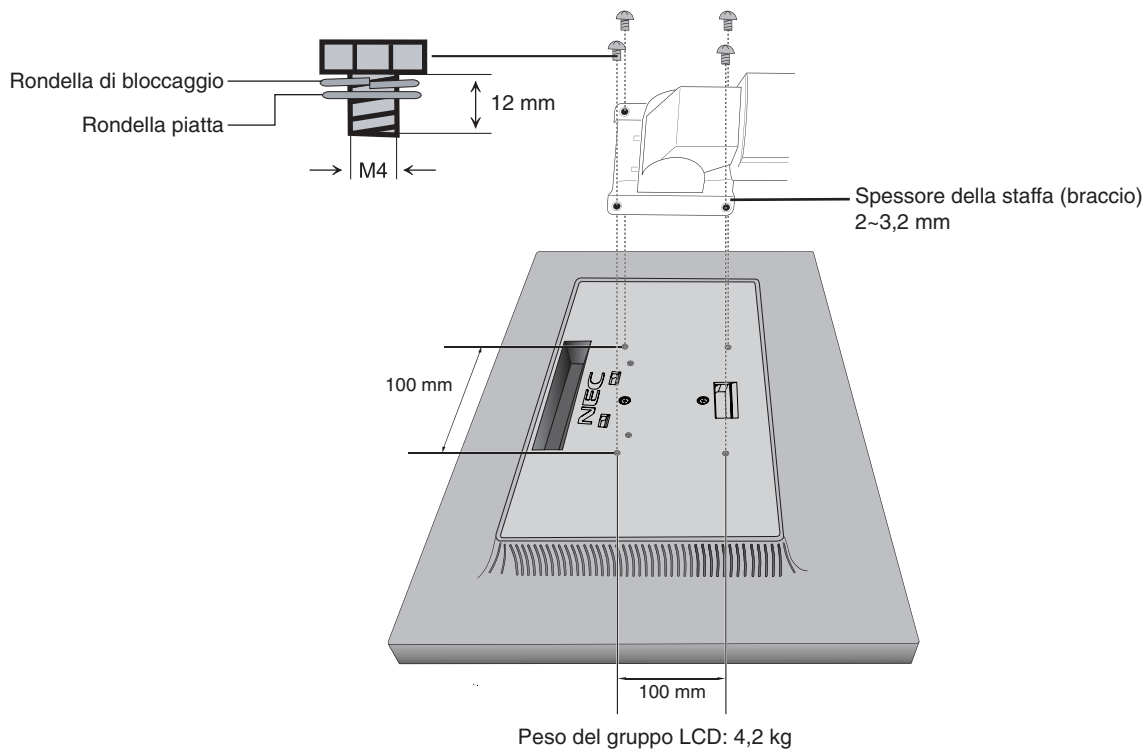

Figura F.1
2. Utilizzare le 4 viti indicate per fissare il braccio al monitor (**Figura F.1**).